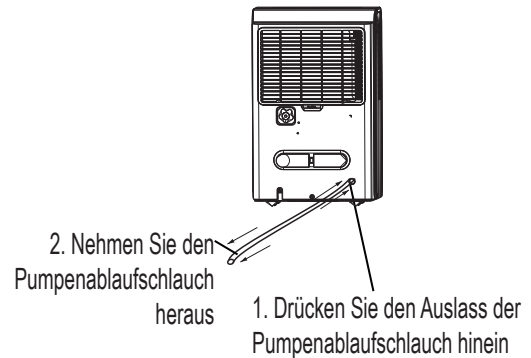

Abb. 13
- Drücken Sie den Auslass des Pumpenablassschlauchs hinein und nehmen Sie den Pumpenablassschlauch heraus (siehe Abb. 13). Stellen Sie sicher, dass das Wasser im Pumpenschlauch nicht auf den Boden tropft.